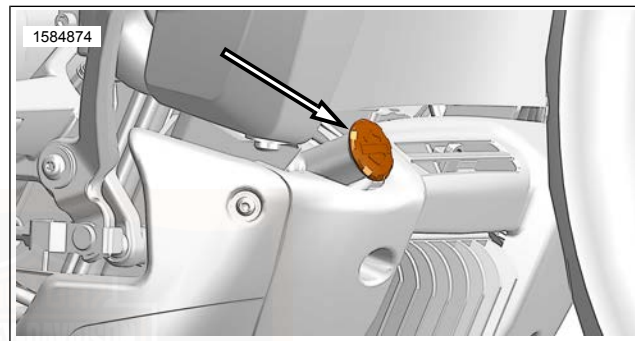

Abbildung 69. Kühlmittelfüllkappe/Messstab (typisch)
3. Kühlmittel-Behälterkappe/Messstab entfernen. Siehe Abbildung 69.
5. Wenn der Stand unter der „MIN“-Linie (1) liegt, GENUINE HARLEY-DAVIDSON EXTENDED LIFE ANTIFREEZE AND COOLANT einfüllen, bis der Flüssigkeitsstand die „MAX“-Linie (2) erreicht.
6. Kühlmittel-Behälterkappe/Messstab anbringen. Siehe Abbildung 69.